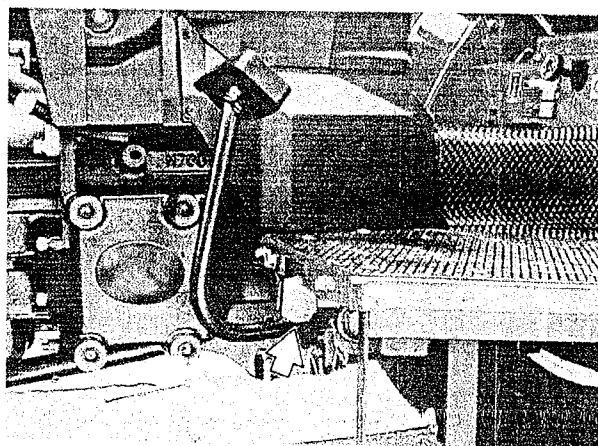

Fig. 84 – Instalar o espaçador do pedal
- 9 – Coloque o espaçador entre o pedal da embraiagem e a chapa do degrau para separar o disco da embraiagem do volante do motor, fig.84.